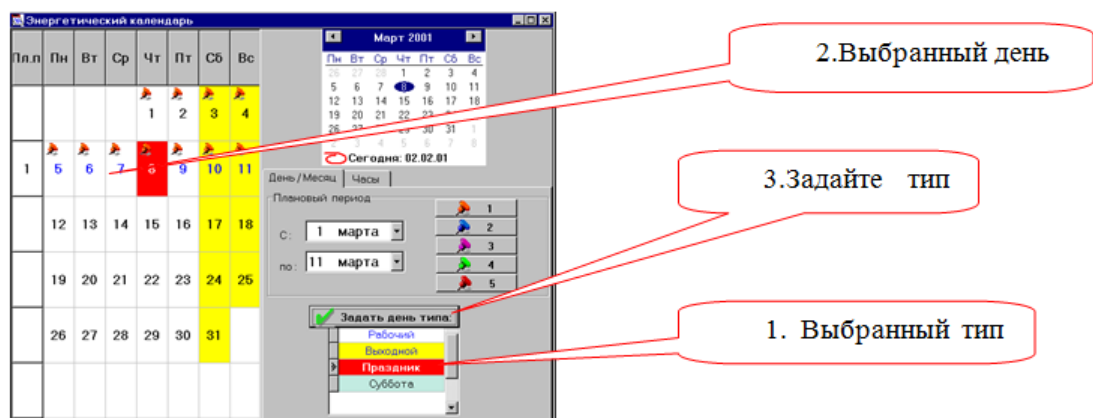

Рисунок 64. Задание типа дня.
- Нажмите кнопку “Задать день типа” (Рисунок 64).